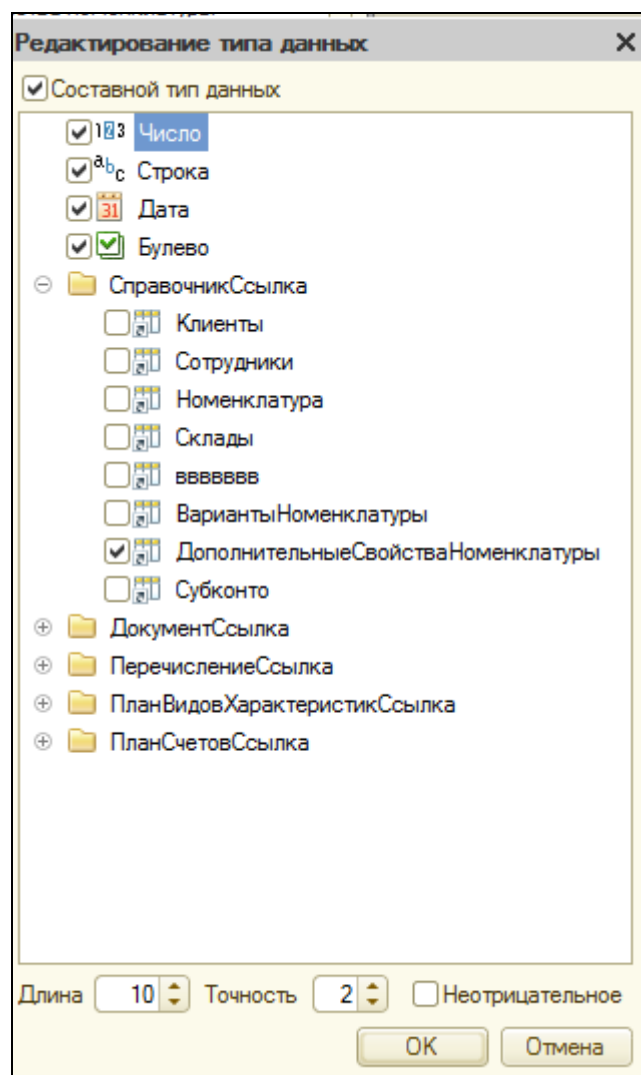

Рисунок 6.2 Определение составного типа данных
3. Установить свойство **Тип значений характеристик**. Для этого нажать кнопку выбора , маркировать поле **Составной тип данных**. Выделить нужные элементы (рис. 6.2).